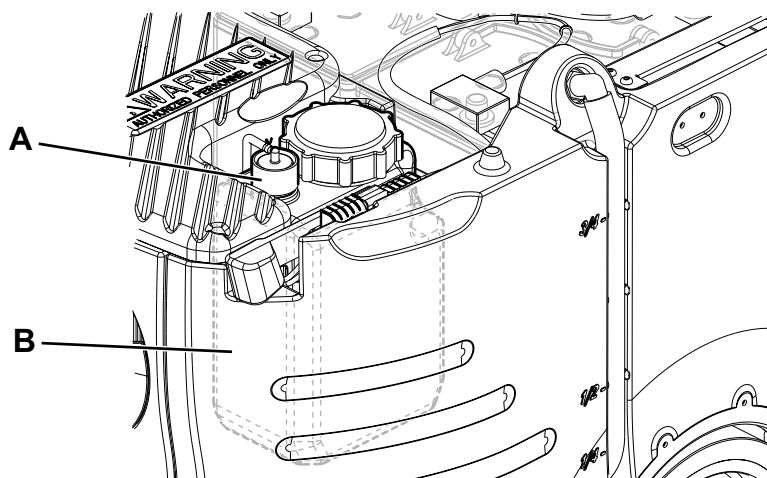

Рис. 14
2. Убедитесь, что машина отключена и ключ пользователя (52) извлечен.
3. Поднимите крышку (29) и проверьте, что бак (17) пуст, иначе опорожните его с помощью сливного шланга (26).
4. Закройте крышку (18).
5. Возьмитесь за ручку (35) и осторожно поднимите бачок для отработанной воды в сборе (17).
6. Открутите крышку (А, Рис. 14) бака моющего средства (В).